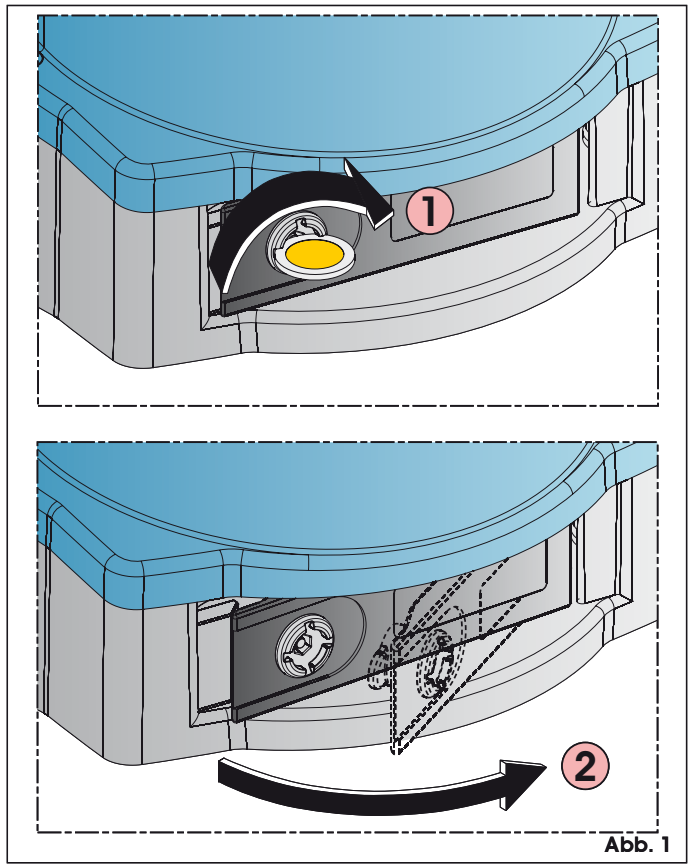

Abb. 1
2. Das Schloss mit Hilfe einer Münze im Uhrzeigersinn bis zum Anschlag drehen (Abb. 1, Bez. ①);
3. Den Hebel laut Angaben in Abb. 1 Bez. ② ziehen